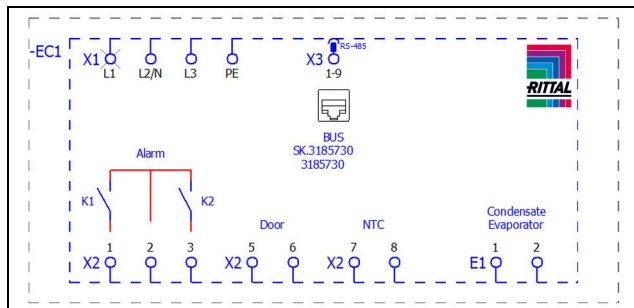

Bild 11: Kopplingsschema 3485730
- Ta ut nätkontakten ur leveransförpackningen och koppla in nätförsörjningen enligt tillhörande anslutningsmärkning (bild 11).